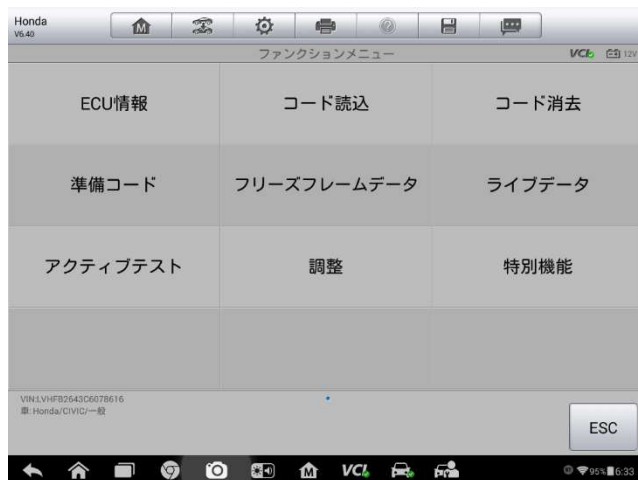

図 4-7 サンプル機能メニュー画面
- システム項目の右側にある  ボタンをタップして、さらに診断やその他のテストアクティビティを実行します。機能メニュー画面 (図 4-7) が表示されます。